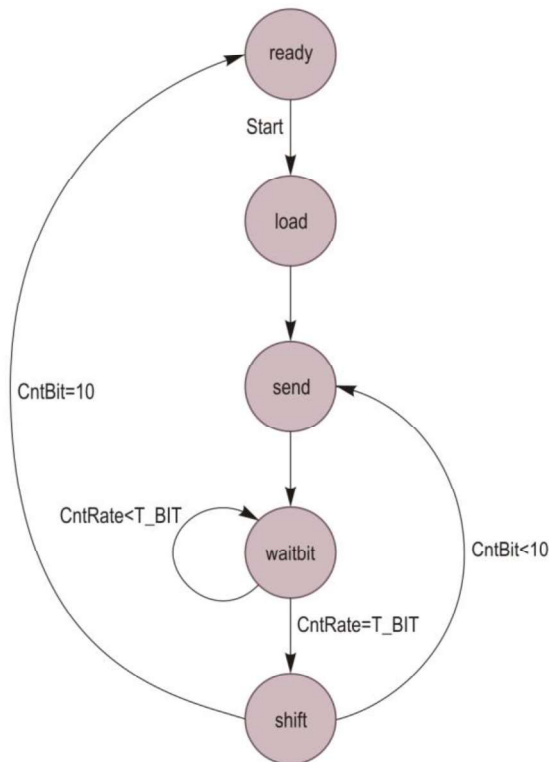

Figura 6.5. Diagrama de stare a unității de control pentru transmițătorul serial UART.
Unitatea de control se poate implementa prin automatul de stare cu diagrama ilustrată în figura 6.5. Se utilizează un semnal *CntBit* pentru contorizarea biților
7. Declarați un tip enumerat pentru stările automatului cu diagrama de stare din figura 6.5, declarați un semnal de stare `St` de acest tip și inițializați semnalul cu starea `ready`.